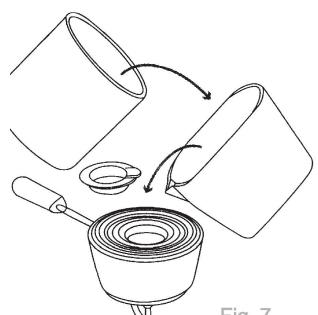

Fig. 7
3. Despeje a tinta no cabeçote do Edger usando o jarro Easy Pour (Fig. 7).